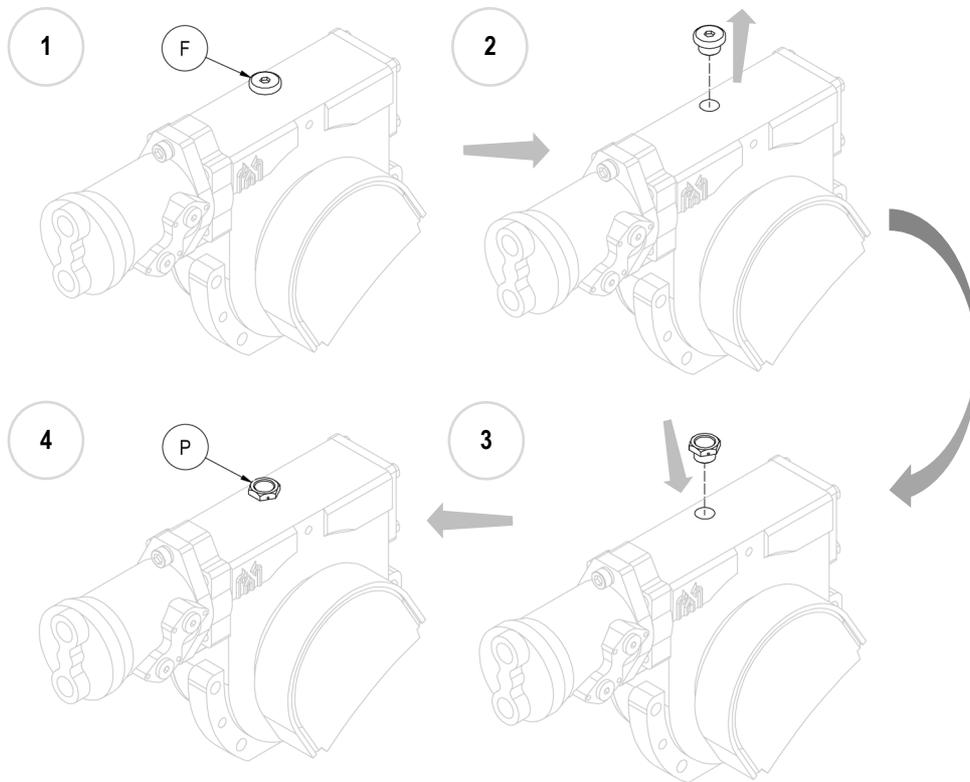

Abbildung 5
9. **Bitte beachten:** Nachdem das Gerät montiert ist, ersetzen Sie den Blindstopfen für das Ölauffüllen aus Metall (F) durch den mitgelieferten Plastikstopfen (P), der mit einer Entlüftung ausgestattet ist (siehe *Abbildung 5*).